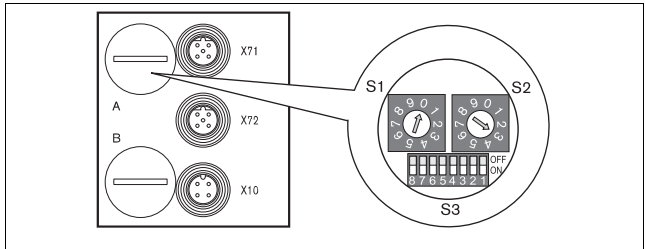

Fig. 8: Conmutadores de dirección S1, S2 y conmutador de modo S3 del acoplador de bus
La tasa de baudios se ajusta con el interruptor S3 (véase Fig. 8 en la página 358). este se encuentra debajo de la tapa enroscable PG **A**.
La dirección de estación se configura a través de los dos interruptores S1 y S2 (véase Fig. 8).
- ▶ Con S1 y S2 (véase Fig. 8) asigne libremente la dirección de estación de 1 a 99:
El conmutador de modo S3 para la configuración de los mensajes de diagnóstico se encuentra bajo el racor PG **A** (véase Fig. 8 en la página 358).